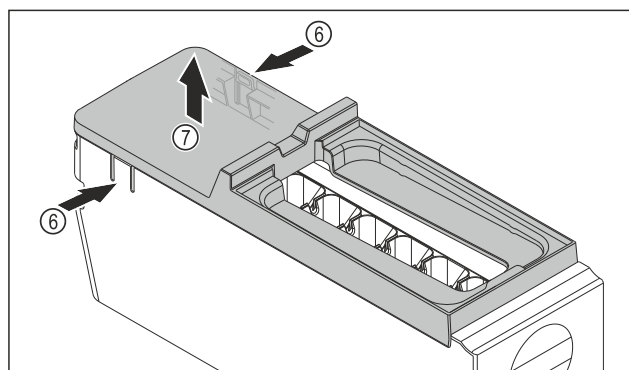

Fig. 92
- ▶ Rimuovere la copertura del corpo dell'EasyTwist-Ice: Con una mano, premere le linguette Fig. 92 (6) su entrambi i lati del corpo dell'EasyTwist-Ice.
- ▶ Con l'altra mano, estrarre verso l'alto la copertura Fig. 92 (7).